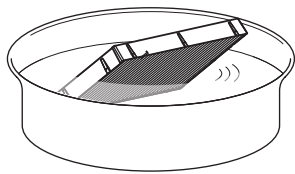

Abb. 1
**1) Waschen Sie die Luftfiltereinheit. (Abb. 1)**